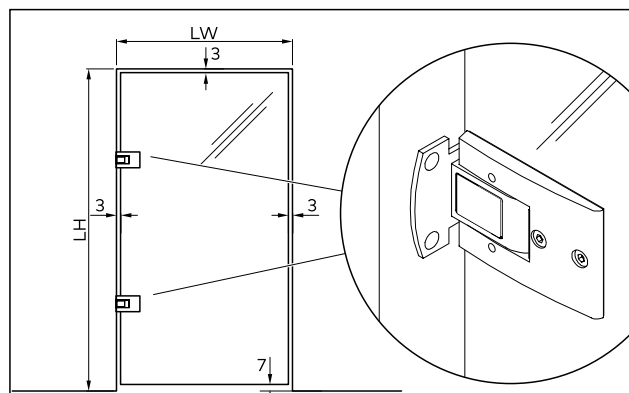

Рис. 5 Зазоры
1. Поместите створку стеклянной двери в монтажную позицию на деревянных блоках или подобных объектах и выровняйте по вертикали. Соблюдайте зазоры (Рис. 5)